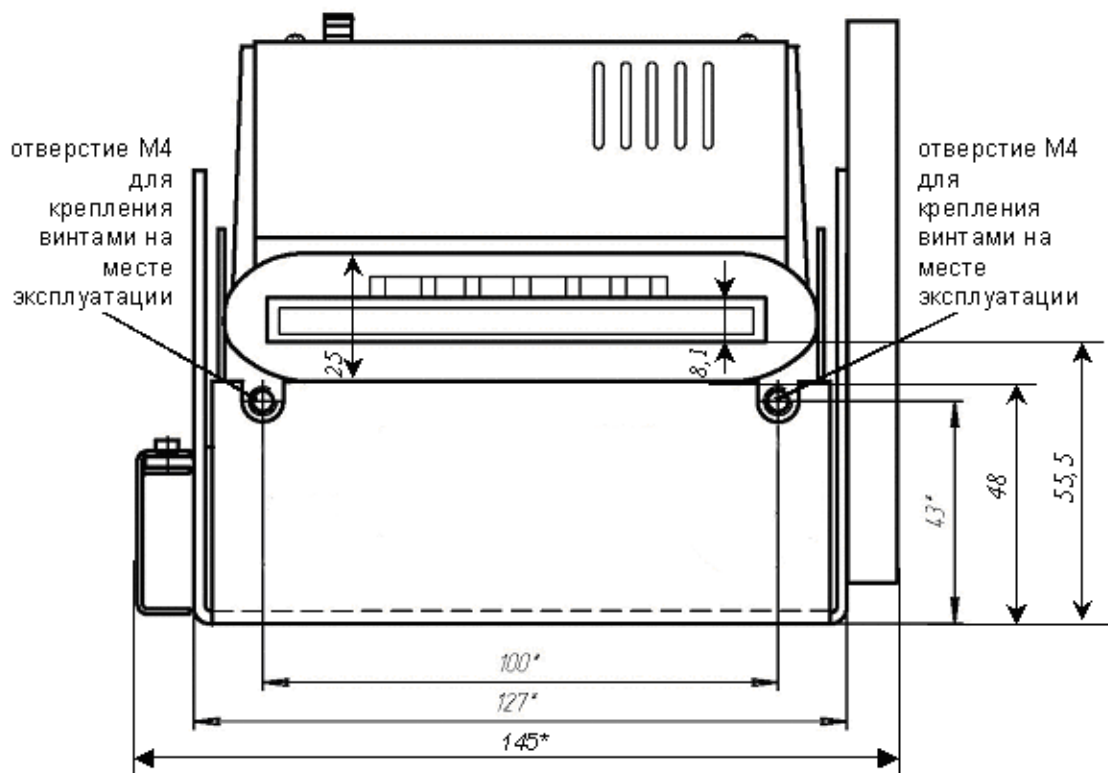
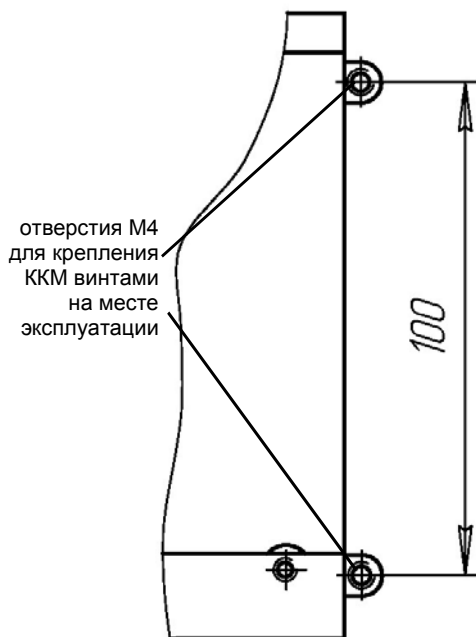

Рисунок 6.4 – Внешний вид ККМ. Вид сверху.
Рисунок 6.5 – Задняя стенка ККМ
6.2 На месте эксплуатации ККМ крепится с помощью винтов М4×8, входящих в комплект поставки. Для винтов предусмотрены специальные отверстия М4 (Рисунок 6.4, Рисунок 6.5).